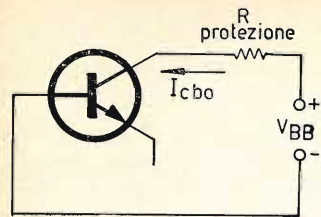

figura 2
2) La misura di I_{cbo} : per essa si realizza il montaggio di figura 2.